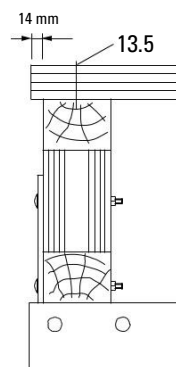

Fig. A2.06a
2. Закрепете дъските на двата края на платформата плътно до трегерите, вижте А1. Дължина: 14 mm над трегера откъм стената. (Fig. A2.06a)